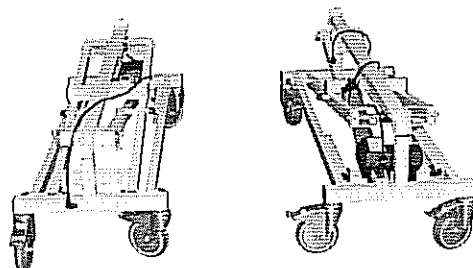

Abbildung 1
- Der Hubwagen ist aus der Verpackung zu nehmen und die Lenkrollen sind zur Montage festzustellen (Abbildung 1). (Feststellen der Lenkrollen siehe Abschnitt 10).